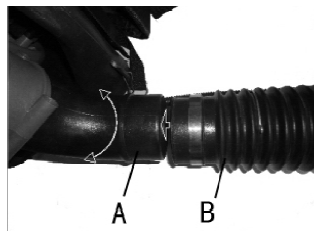
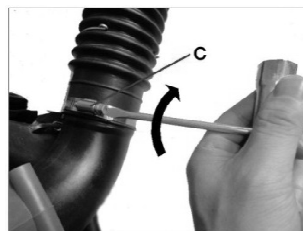

Fig.1
Fig.2
Mette le collier de serrage (C) sur le tube flexible. Connectez le tube flexible (B) au tube de sortie du ventilateur (A) (Fig. 1), puis serrez le collier (C) (Fig. 2).